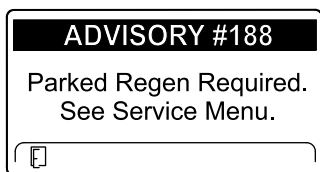

Рисунок 53
- Требуется стационарная регенерация информационное сообщение № 188 (Рисунок 53)